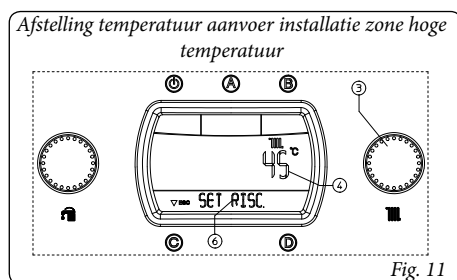

Fig. 11
- **Zone hoge temperatuur.** De temperatuur van de verwarming in de zone hoge temperatuur wordt via de keuzeschakelaar (3) geregeld, de betreffende temperatuur wordt op het display (24) weergegeven via de indicator (4) en de aanduiding "SET RISC." verschijnt (Fig. 11). Door de keuzeschakelaar (3) in wijzerzin te draaien, verhoogt de temperatuur, in tegenwijzerzin vermindert de temperatuur.